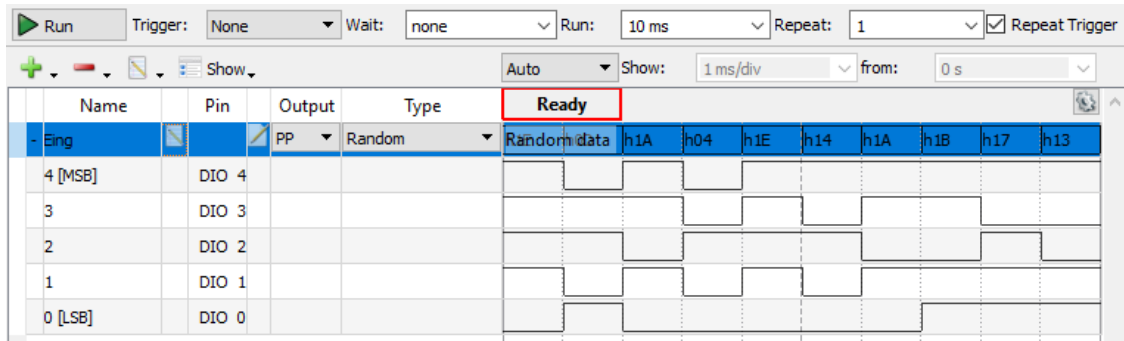

Abbildung 4: Konfigurationsfenster des Logikgenerators
- Pattern-Fenster: Run: 10ms; Repeat: 1. Show: 1 ms/div (Abb. 4).